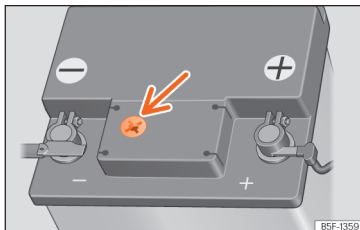

Fig. 179 Janela de inspeção na parte superior da bateria de 12 volts (representação esquemática).
- Verifique o indicador de cor na janela de inspeção, na parte superior da bateria »» » **Fig. 179**.